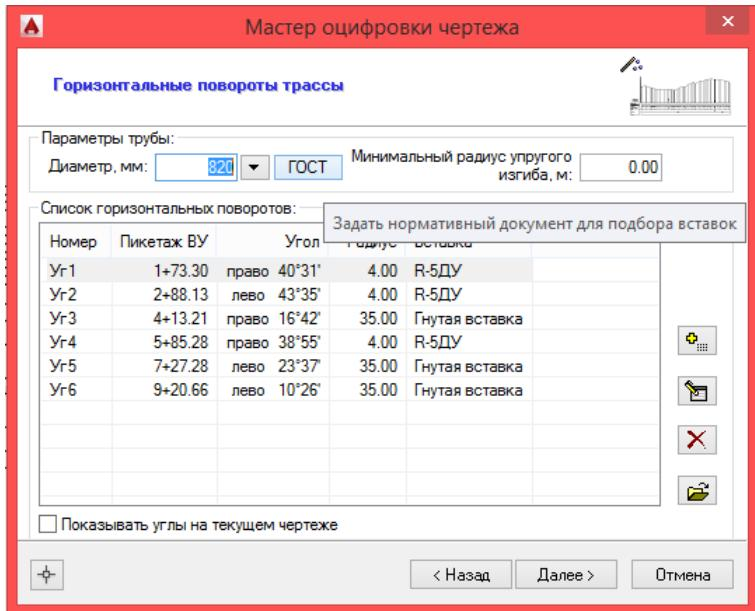

Рис. 31 Мастер оцифровки - горизонтальные повороты трассы
- 1) Нажать кнопку (см. рис. 31).